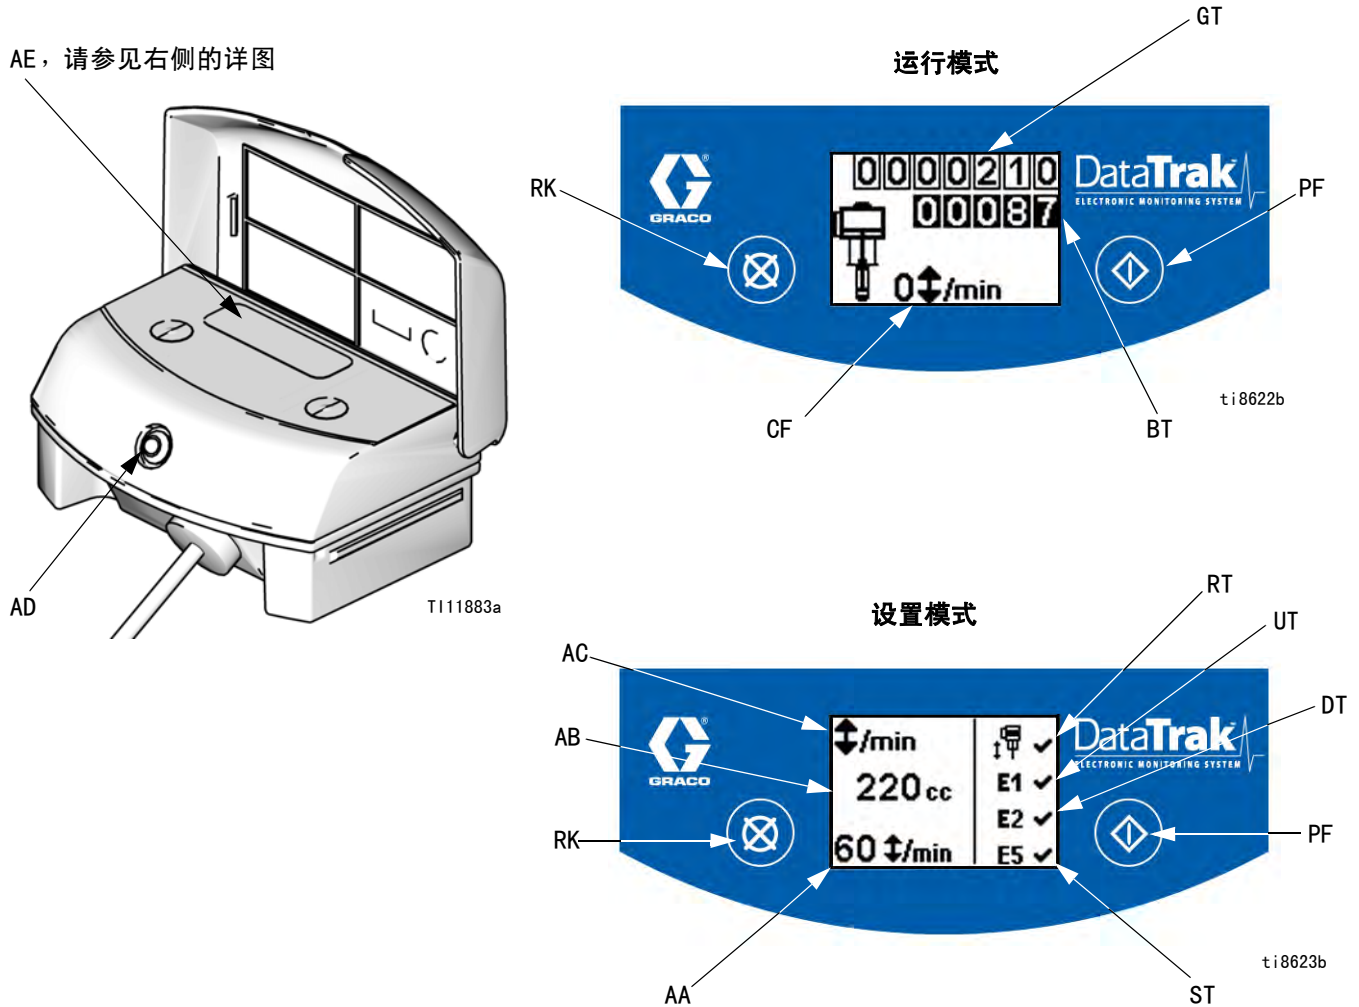

图 7. DataTrak 控制器和指示器
1. 请参见图 7。按下并按住  5 秒钟直到显示“设置”菜单。